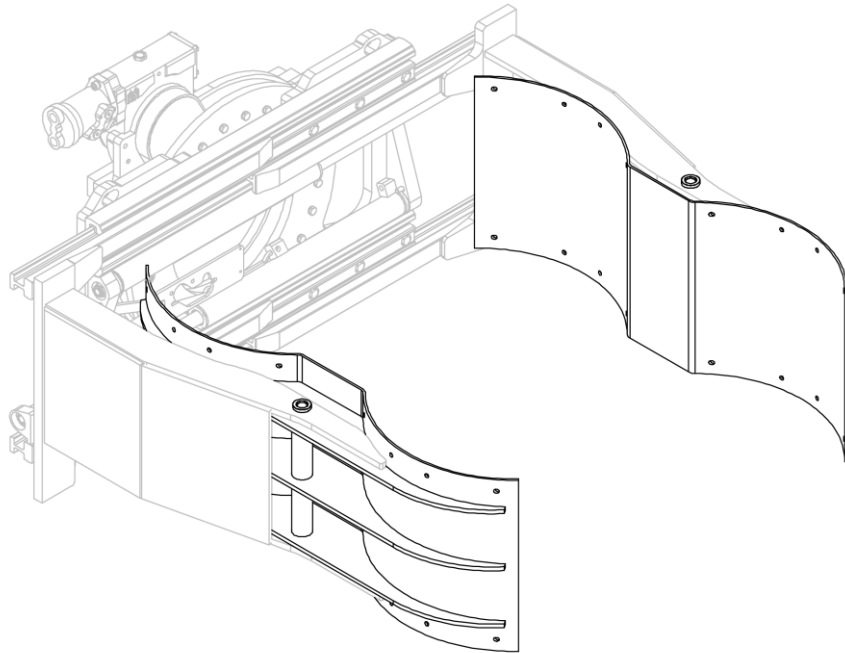
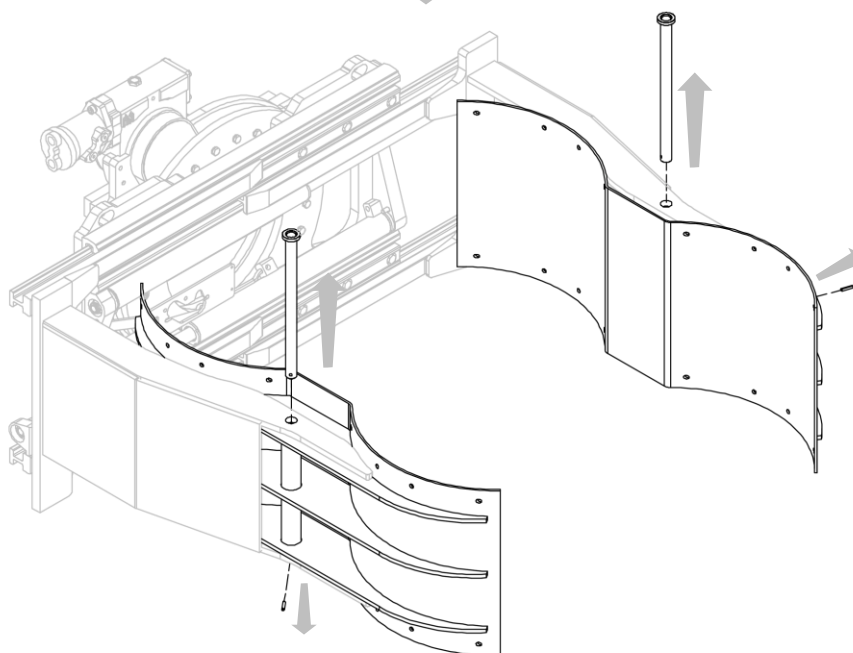

Abbildung 28
Abbildung 29
3. Entfernen Sie die Bolzen und Gummisplinte, mit denen die Spannbacken festgestellt sind und nehmen Sie sie von den Gabelzinken ab (siehe *Abbildung 28* und *Abbildung 29*).